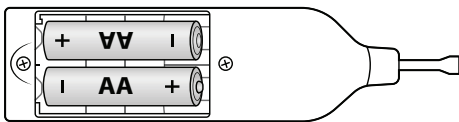

Fig. 1
- ◆ Aprire il vano pile ④ situato sul lato posteriore del fonditore di cera ①.
- ◆ Inserire le pile nel fonditore di cera ① come indicato nel vano pile ④ (vedere fig. 1).
- ◆ Chiudere nuovamente il vano pile ④.